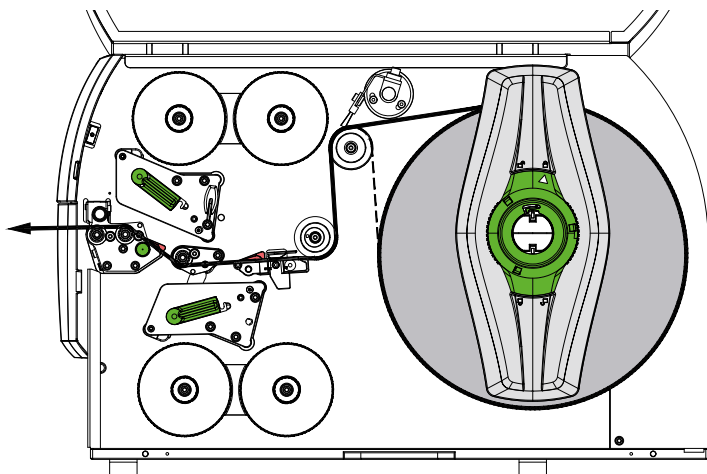
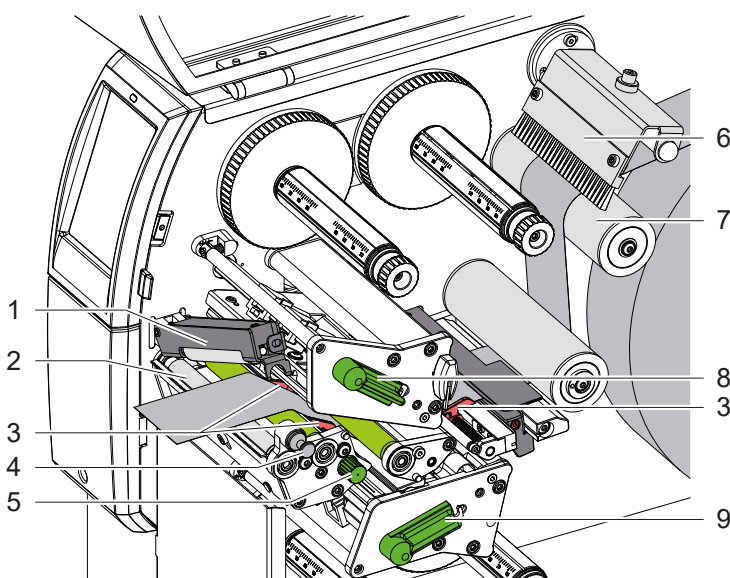

Figura 12 Deplasare material
Figura 13 Încărcați materialul în mecanismul de tipărire
1. Desfășurați banda de material de pe rolă și ghidați-o Figura 12 către mecanismul de tipărire.
2. Trageți bulonul opritor (4). Rola presoare (1) basculează în sus.
3. Rotiți maneta (8) în sens antiorar și maneta (9) în sens orar pentru a ridica ambele capete de tipărire.
4. Basculați peria (6) de pe rola de schimbare de direcție (7).
5. Distanțați ghidajele (3) prin rotirea butonului (5) până când materialul se potrivește între ele.
6. Alimentați materialul conform Figura 13 prin ambele unități de tipărire până la cilindrul de tragere (2) și plasați-l între ghidaje (3).
7. Deplasați ghidajele aproape de marginile materialului prin rotirea butonului (5).
9. Trageți bulonul opritor (4). Apăsați rola presoare (1) în jos și blocați-o cu ajutorul bulonului opritor.
12. Rotiți peria (6) pe rola de schimbare de direcție (7).